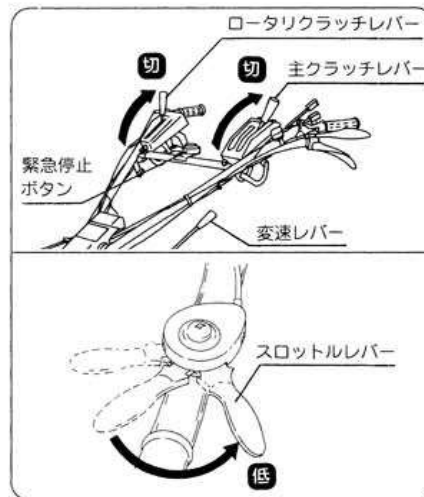

図23
(図23)
- ② スロットルレバーを [低] 位置にしてください。(図23)
- ③ 緊急停止ボタン・ワンタッチ停止ボタンを押せば、エンジンはワンタッチで停止します。(図23)